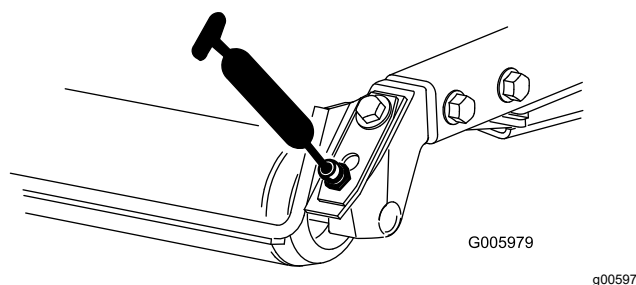

Figura 38
- Cuscinetti del rullo posteriore (2 per piatto) come illustrato nella Figura 38